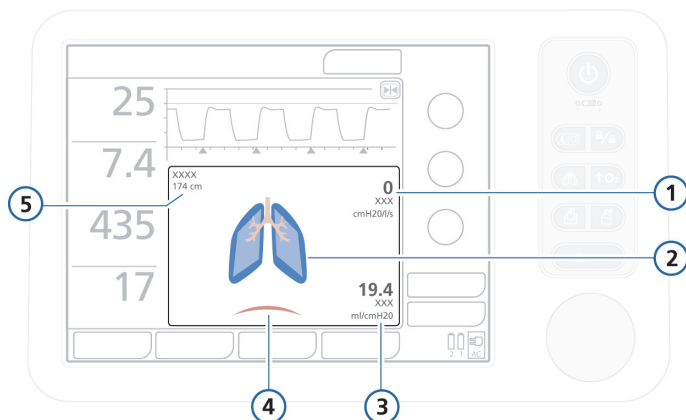

Рисунок 8-1. Панель «Динам. Легк.»
- Отобразится панель «Динам. Легк.». См. рис. 8-1.